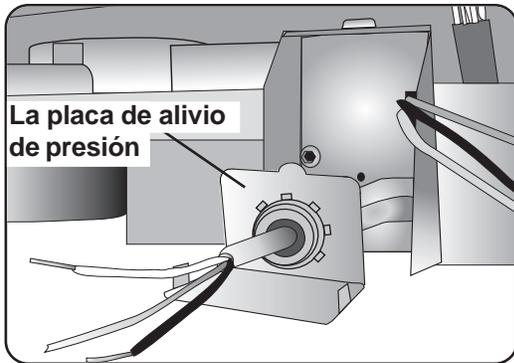

Ilustración 29
- 2 Corra el cable de alimentación eléctrica a través del alivio de presión, como muestra la **Ilustración 29**. Asegúrese que el revestimiento exterior del cable pase cerca de 1/2" (13mm) a través del prensacable.